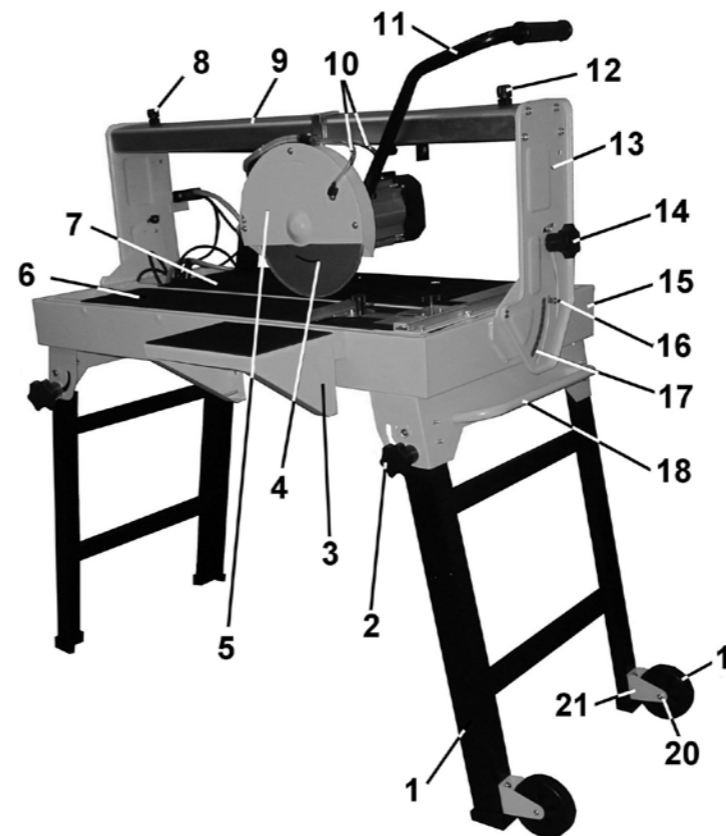
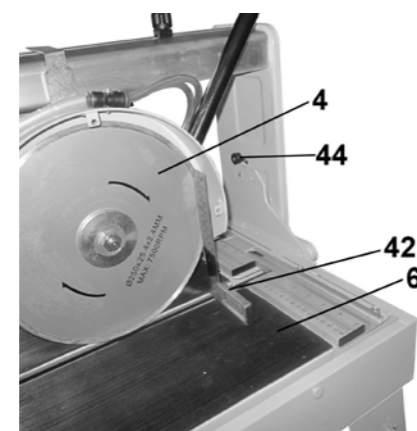

Рис. 2
Рис. 12
13. ТЕХНИЧЕСКОЕ ОБСЛУЖИВАНИЕ (Рис. 2,3)
7. УСТРОЙСТВО Рис. 2,3
8. ТРАНСПОРТНОЕ ПОЛОЖЕНИЕ (Рис. 2)
9.2. Сборка плиткореза (Рис.2)
9.2.5. С внутренней стороны защитного кожуха (5) выкрутите два болта, установите и закрепите болтами ручку плиткореза (11), Рис.2,8.
10.1. Регулировка угла резания (Рис. 2, 3, 9, 11)
10.2.1. Ослабьте положение двух винтов фиксации (14). Установите отрезной диск (4) в вертикальное положение на отметку 0° по шкале (17) и указателю (16), Рис. 2. Снимите крышку (43) защитного кожуха (5), п.12.2. Как показано на Рис.12, проверьте угол 90° положения отрезного диска (4) относительно рабочего стола (6); при необходимости произведите корректировку положения указателя (16). Для удобства в работе при изменении угла наклона отрезного диска (4) отрегулируйте положение двух ограничителей (44) в положении отрезного диска (4) под углом 90° относительно рабочего стола (6).
10.3. Регулировка ограничения хода отрезного диска (Рис. 2, 8)
11.1. Принцип работы (Рис. 2,3)
11.2. Подготовка к работе (Рис. 2, 3, 8)
11.3. Выполнение работы (Рис. 2, 3, 8)